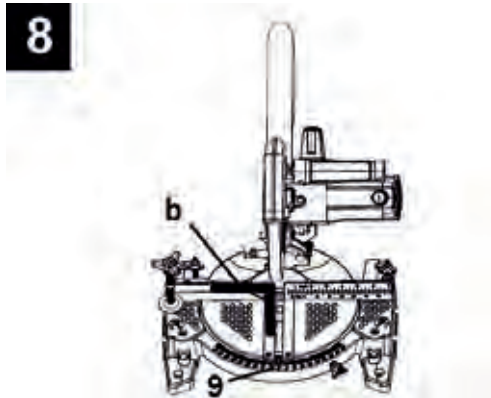

Рисунок 8
- убедиться в том, что поворотный стол установлен на значении 0° по шкале поворота основания (9, рисунок 8);